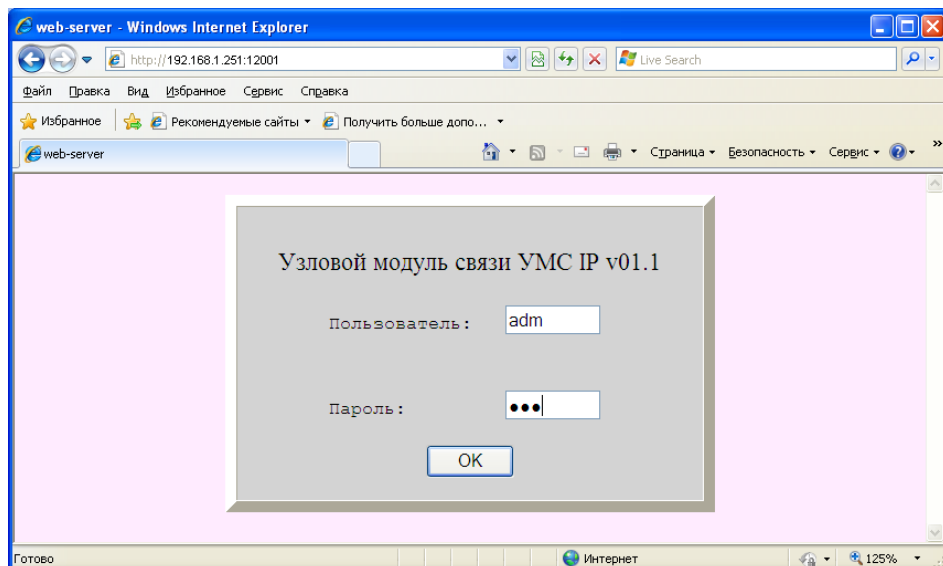

Рис.6
2. Откроется окно ввода пользователя и пароля. Введите в поля «Пользователь» и «Пароль» - adm (см. рис.6).